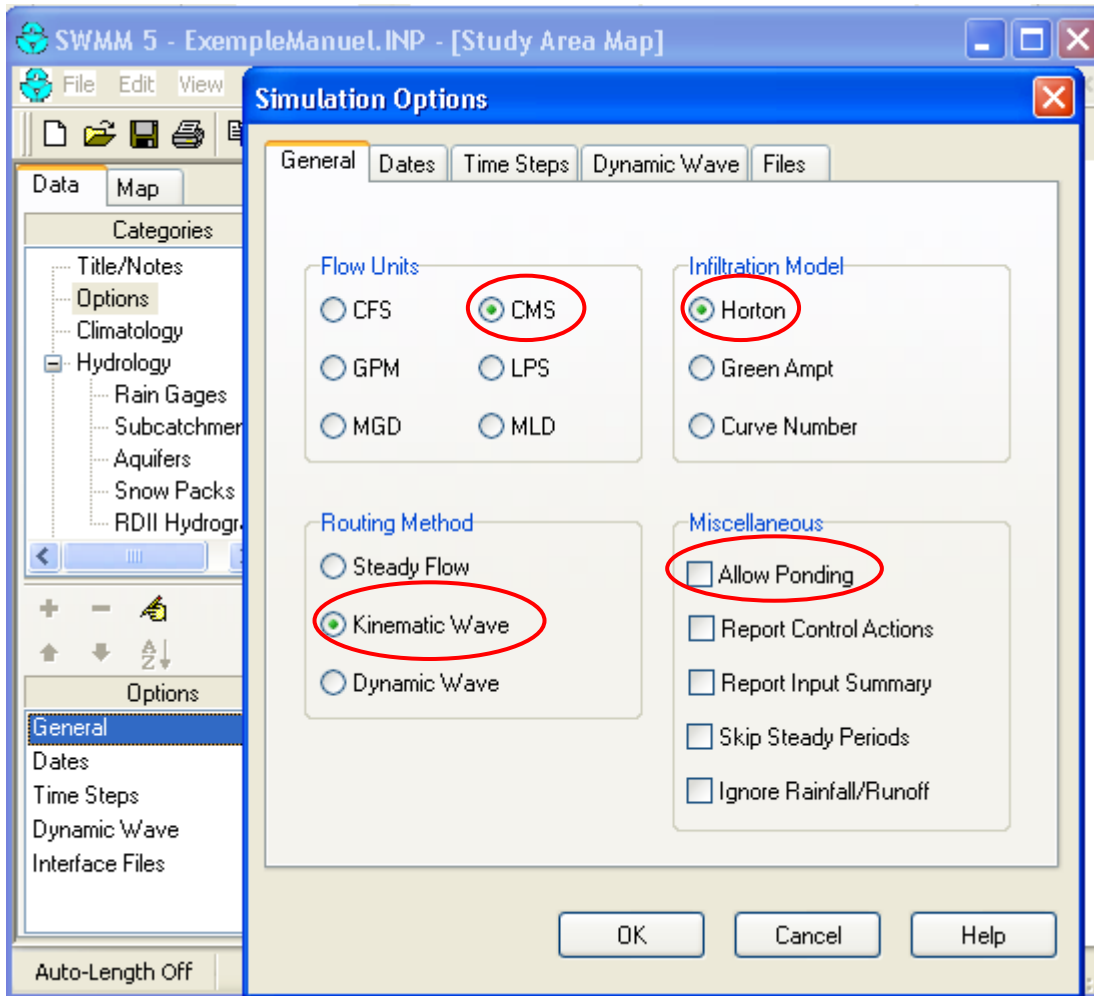

Figure 26 Choix des options de la simulation « General »
3.5. Choisir les options dans le menu et cliquer sur. La figure 26 montre les options disponibles :